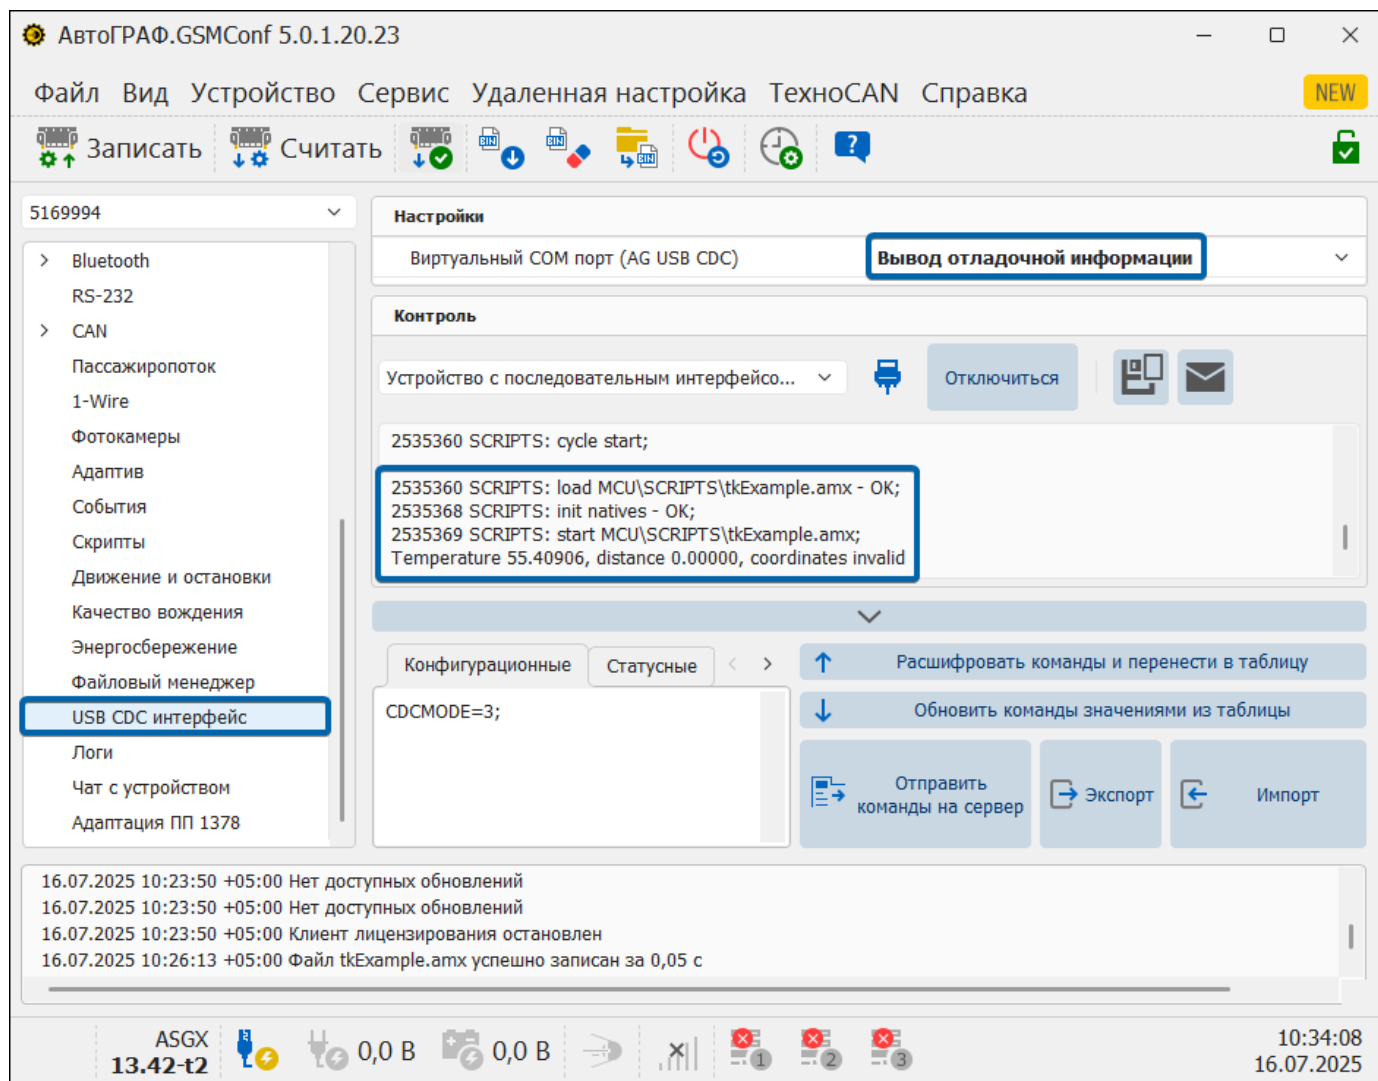

Рис.5. Проверка работы скрипта через отладочный интерфейс CDC
7. Проверьте работу скрипта через отладочный интерфейс CDC конфигуратора, выбрав режим «Вывод отладочной информации» (Рис.5).